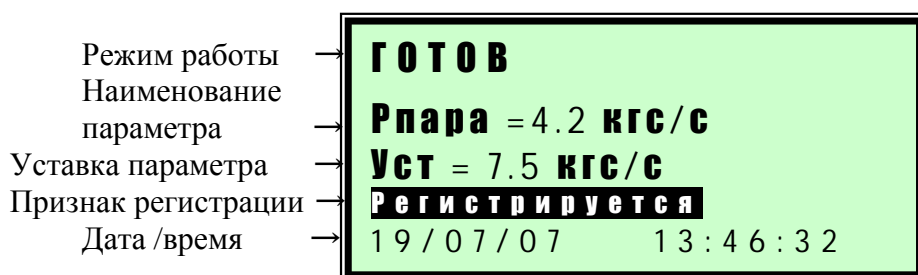
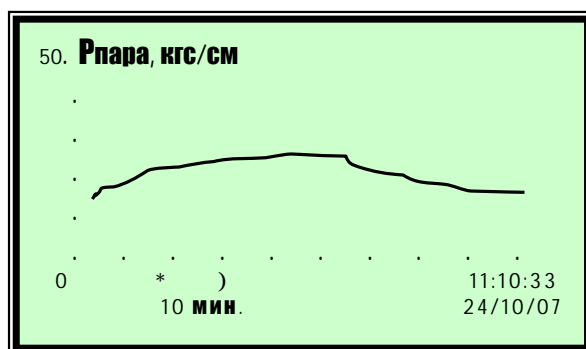

Рисунок 1 - Содержание экрана дисплея контроллера с опцией регистратора
Рисунок 2 – Графический режим отображения регистрируемого параметра
3.3 Смена режимов отображения регистрируемого сигнала производится кнопкой «РЕЖИМ». При этом режим отображения циклически изменяется в следующей последовательности: обычный текстовый режим (рисунок 1) → графический режим (рисунок 2) → табличный режим (рисунок 3).
3.4 Для оперативного просмотра архивных значений регистрируемых параметров в режимах работы контроллера «ГОТОВ» или РАБОТА» выберите при помощи кнопок «Г» или «S» отображение необходимого параметра, убедитесь, что присутствует надпись «Р е г и с т р и р у е т с я » и нажмите кнопку «РЕЖИМ». При этом режим отображения информации сменится на графический и на дисплей контроллера выведется график с зарегистрированными значениями сигнала (рисунок 2).
Для возврата к обычному текстовому режиму отображения параметра (рисунок 1) нажмите на кнопку «РЕЖИМ».